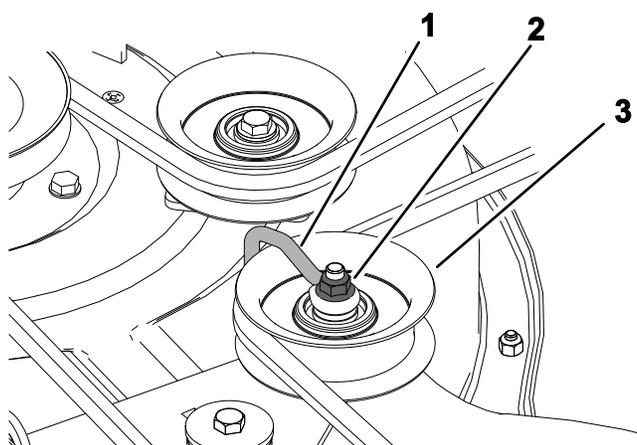

Рисунок 56
6. Ослабьте гайку крепления формованного проволочного элемента к натяжному шкиву (Рисунок 56).
Примечание: Приложите формованный проволочный элемент к рычагу натяжного шкива, как показано на Рисунок 56.